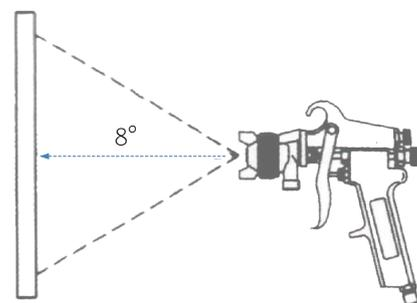

Figura 6. Distância.
- * Mantenha uma distância de cerca de 8" do anúncio de trabalho mostrado na figura 6.